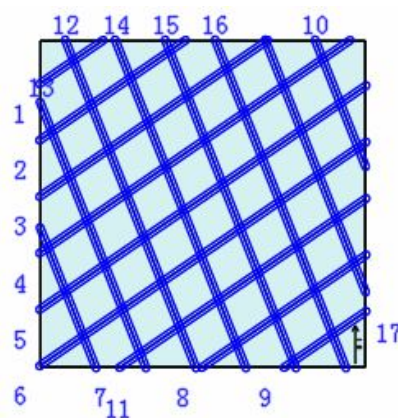

图 2
2. 在操作范围内选择“仅平行的缝制线”，在排列效果中选中合适的效果，在开始序号中输入指定缝制线的序号，点击确定，如图 2 示，与指定平行的缝制排好了顺序；